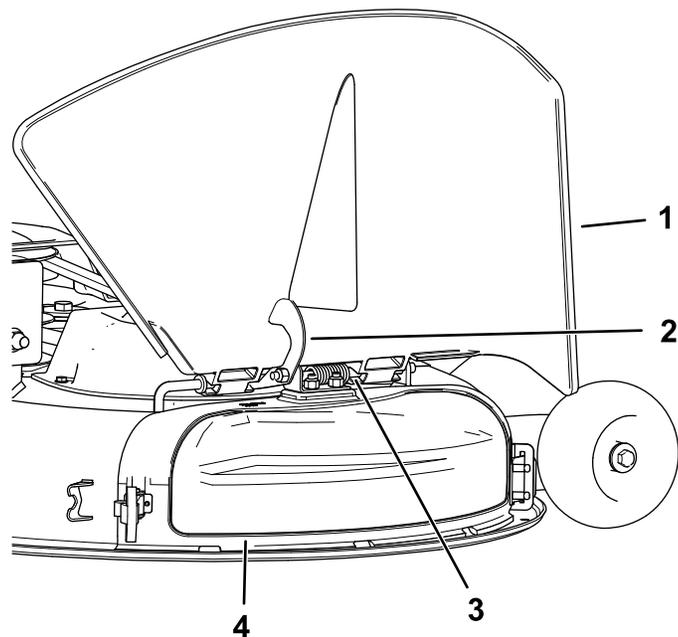

Figura 16
4. Suelte el cierre en forma de gancho situado encima de la tapa de descarga de la varilla (Figura 16).
5. En la parte superior de la tapa de descarga, enganche el cierre en forma de gancho alrededor de la varilla del deflector (Figura 16).